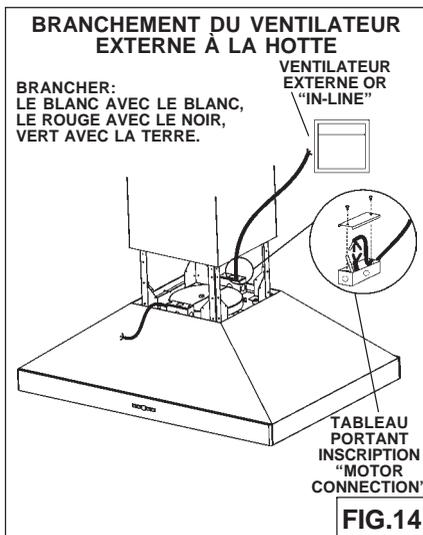

FIG.14
1. Tirer un câble à 2 fils avec la terre du ventilateur externe (ou ventilateur "In-Line") vers le tableau de l'installation électrique de la hotte portant la mention "motor connection" (Fig.14).